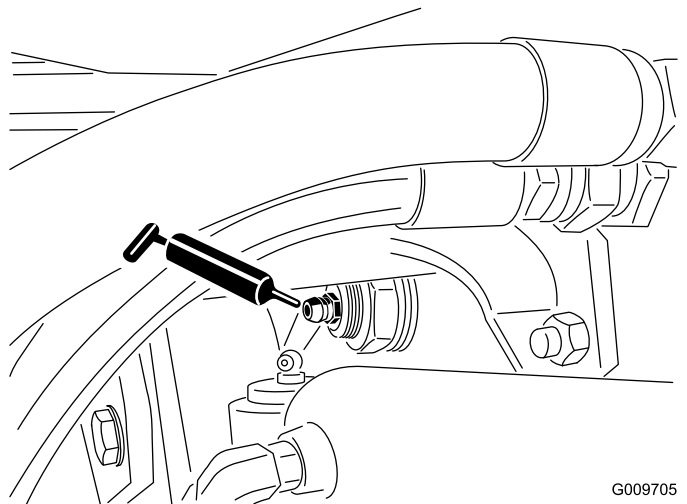

Figure 24
- Bagues de pivot de pont arrière (2) (Figure 24).